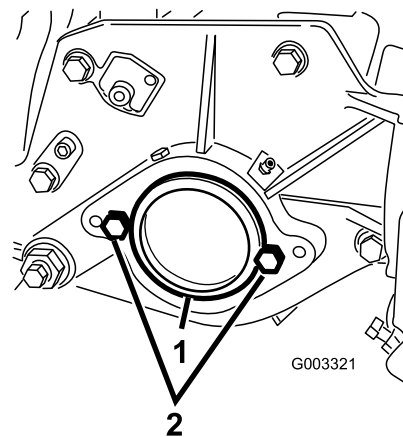

図 17
5. カッティングユニットの左側サイド・プレートに、リール・モータ取り付け用のキャップスクリュー2本を仮止めする(図 17)。